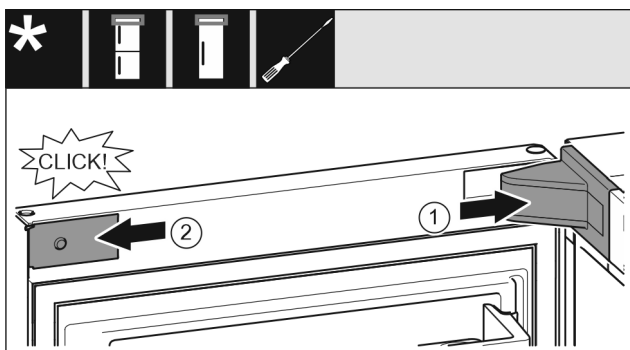

Fig. 27
- ▶ Nasadte a zaklapněte kryt stojanu ložiska Fig. 27 (1), příp. opatrně přitlačte od sebe.
- ▶ Z boku nasadte záslepku Fig. 27 (2) a zaklapněte.